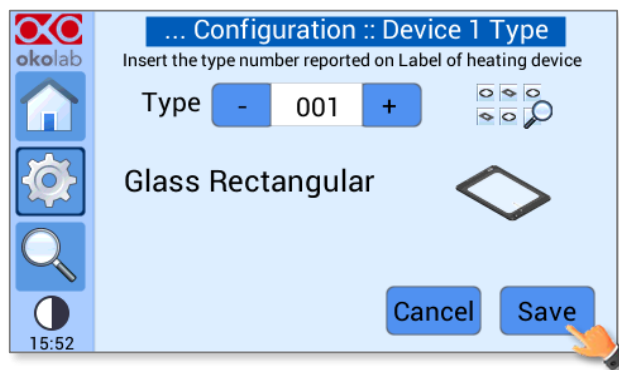

Figura 20. Confirmación de la selección.
- 3 Pulse *Guardar* para confirmar o *Cancelar* para anular (ver figura 20).